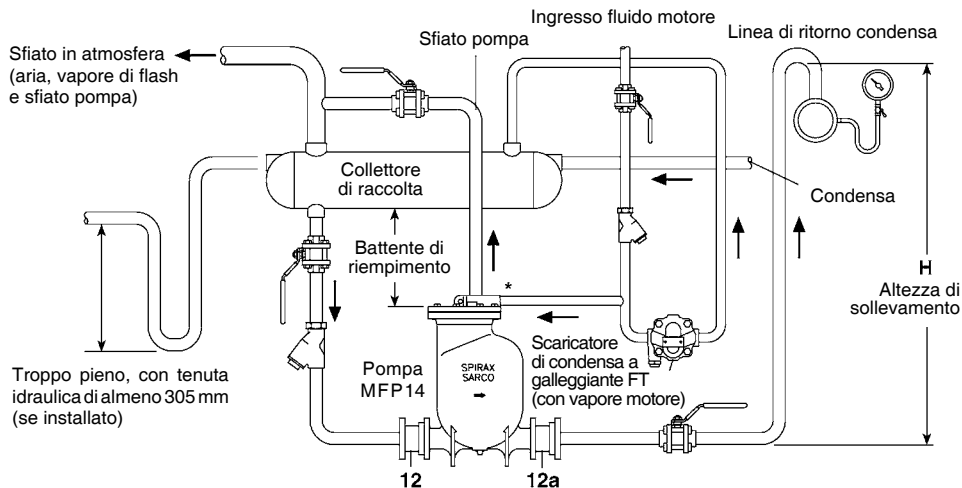

Fig. 3 - Sistema di recupero condensa
2. Il collettore di raccolta deve essere installato su un piano orizzontale e sfiato sopra la pompa come indicato in Fig. 3, per evitare l'allagamento dell'impianto durante la fase di scarico. Per un corretto dimensionamento del collettore o, in assenza di questo, del necessario volume di accumulo alternativo, far riferimento alle tabelle 1 e 2 del paragrafo 3.2. Tutti gli accessori sulla linea d'ingresso devono essere a passaggio pieno.
3. Connettere le valvole di ritegno (12) e (12a) alla pompa assicurandosi che il flusso le attraversi nella corretta direzione. Per ottenere le migliori prestazioni, la tubazione orizzontale in ingresso e in uscita, rispettivamente prima e dopo la valvola di ritegno, deve essere la più corta possibile. Collegare lo scarico alla tubazione di ritorno principale o al serbatoio di raccolta. Coppia di serraggio indicata per i bulloni delle flange in ingresso e in uscita: 76÷84 Nm.
Sopra del battente di riempimento della pompa si deve disporre di un collettore di raccolta di grandezza adeguata per ricevere ed accumulare la condensa durante le fasi di scarico della pompa. Il collettore può essere uno spezzone di tubo di grosso diametro o un piccolo serbatoio. Si può anche prevedere un opportuno troppo pieno immediatamente all'uscita dal collettore con una guardia idraulica di almeno 305 mm (Fig. 3).